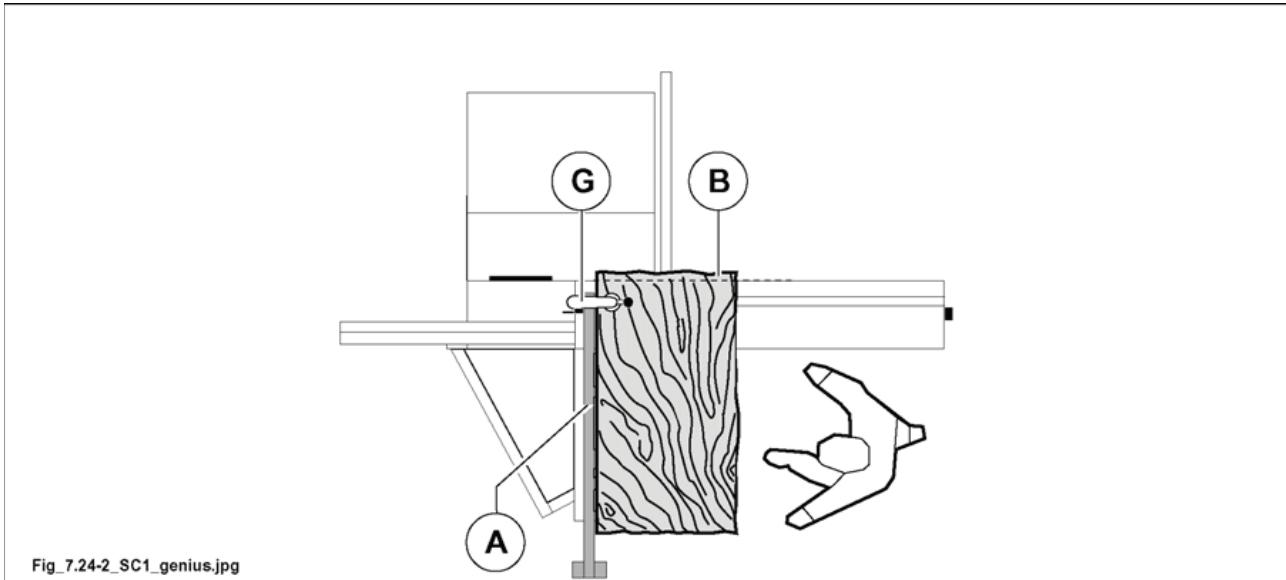

Рис. 7.24-2
- Повернуть панель на 90°. Опереть обрабатываемую боковину (A рис. 7.24-2) на линейку из алюминия, закрепить ее при помощи толкателя (G рис. 7.24-2) и произвести новый рез (B рис. 7.24-2).